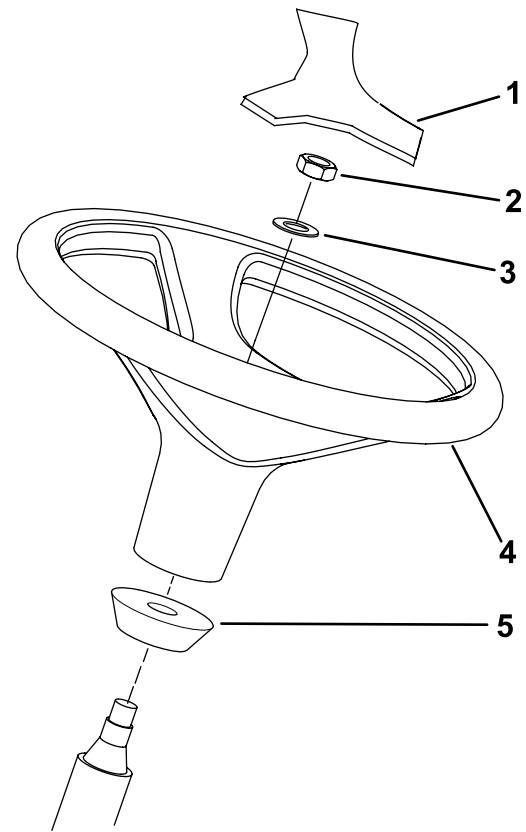

Figura 12
1. Retire el volante del calzo de transporte (Figura 12).
Nota: Asegúrese de que el collar de espuma permanece en el eje de dirección (Figura 12).
3. Deslice el volante y la arandela sobre la columna de dirección (Figura 12).
5. Monte la tapa en el volante (Figura 12).